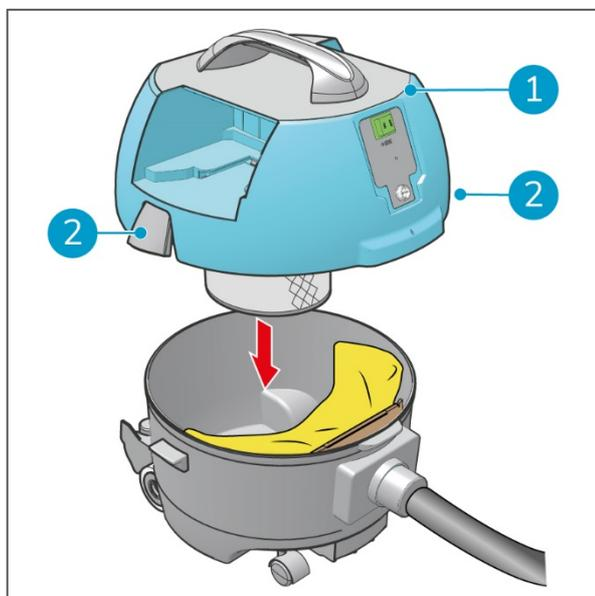

Figure 26
9. Remettez le capot en place (Figure 26, pos 1) sur le bac.
10. Fermez les loquets (Figure 26, pos 2).